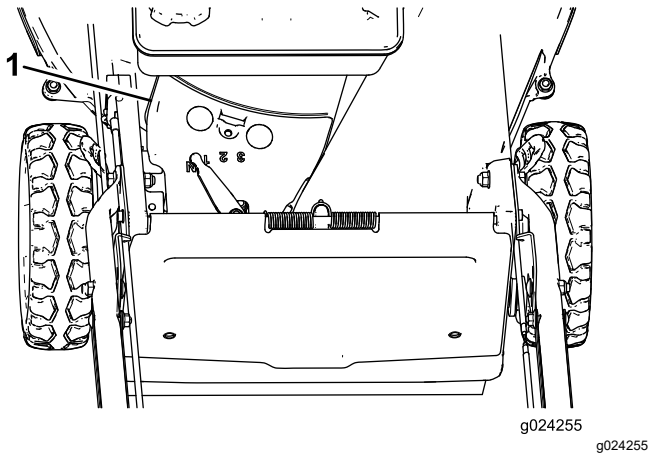

Figure 36
3. Déposez le couvercle de courroie (Figure 36).